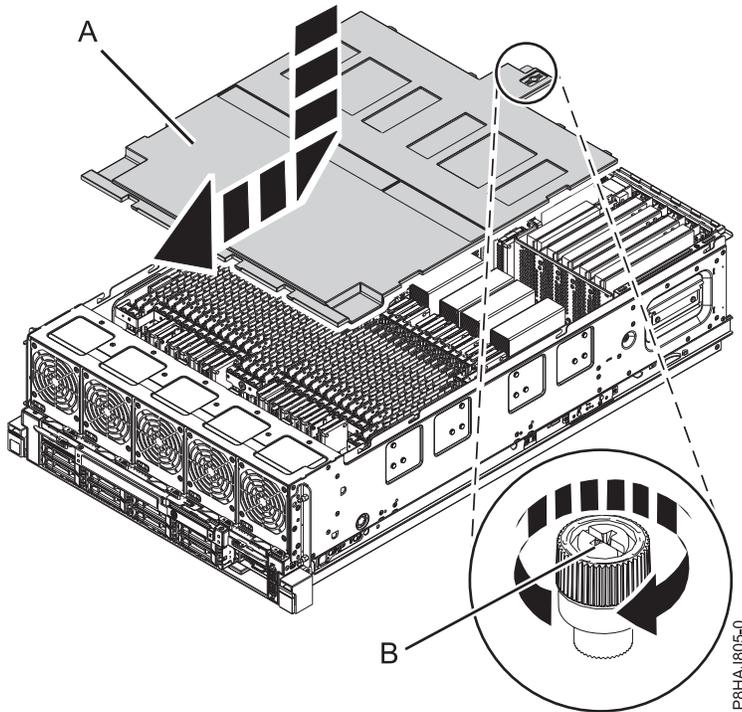

Abbildung 36. Sicherheitsabdeckung wiedereinbauen
2. Schieben Sie die Sicherheitsabdeckung (A) in Richtung Chassis.
3. Ziehen Sie die Rändelschraube (B) fest, indem Sie sie in die in Abb. 36 auf Seite 58 gezeigte Richtung drehen, um die Sicherheitsabdeckung am Chassis zu sichern.